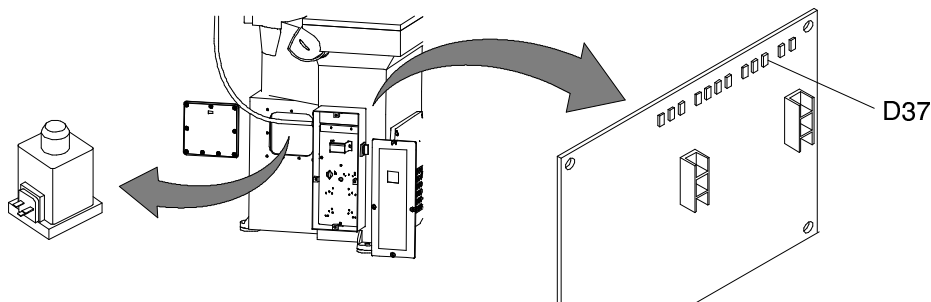

Fig. 23
b) No caso de o leds D25 e D28 acender regularmente, controlar a acensão do led D37 sobre a placa electrónica (cód. 02E03947, táb. 8). No caso de o led D37 acender regularmente, verificar a cablagem do electromagnete até à placa e do mesmo electromagnete. Verificar que o electromagnete (cód. 02001746, táb. 5-6-7) tem a tenção correcta de 40/45V (Fig. 23).